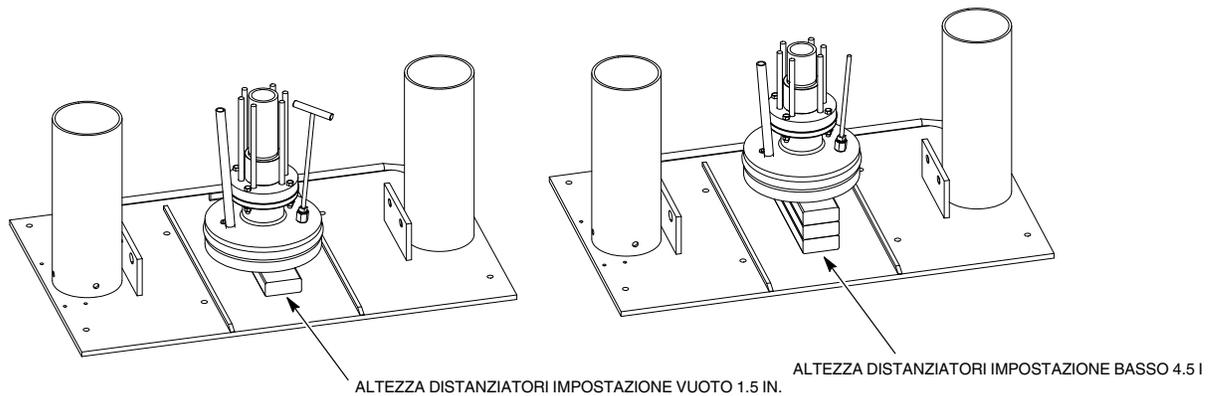

Figura 4 Altezza dei distanziatori per le impostazioni di fabbrica
2. Mettere i distanziatori sulla base del telaio come illustrato nella figura 4. Usando la valvola di controllo del sollevatore dello scaricatore Rhino SD2/XD2, abbassare la piastra di pressione sui distanziatori.
3. Allentare le viti (3) che fissano la piastra di regolazione (4). Muovere la piastra di regolazione finché il LED del sensore di prossimità in questione (5) si accende. Stringere bene le viti (3).
7. Se erano state rimosse, installare le scarpe di trattenuta (1) sul telaio (2).
NOTA: Vedi figura 4. Prima di eseguire questa procedura tenere a portata di mano dei distanziatori di altezza adatta.